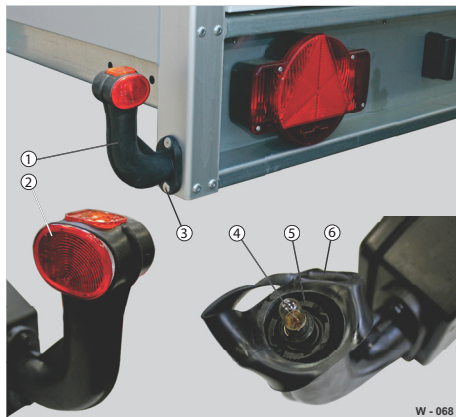

Abb. 70 Umrissleuchte / Rüssel am Heck
- ▶ Gummischutz (Abb. 70/6) mit einem Silikonspray einsprühen - erleichtert das Ab- und Aufstülpen.
- ▶ Gummischutz mit Hilfe eines Werkzeugs vom Leuchtkörper (Abb. 70/2) abziehen.
- ▶ Lampe (Abb. 70/4) aus der Verschraubung (Abb. 70/5) ausdrehen und wechseln.